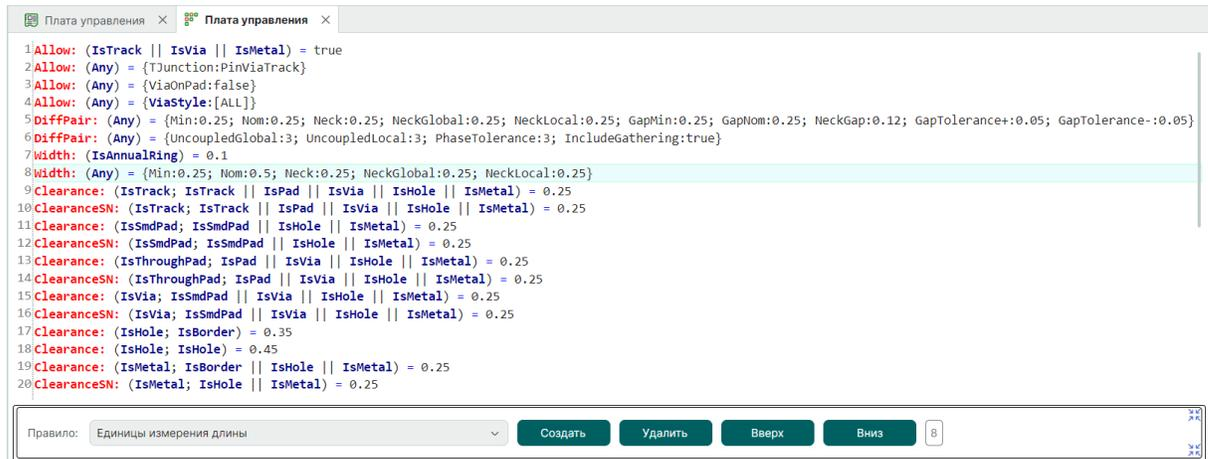

Рис. 225 Значения ширины трека для цепи
3. При необходимости измените или дополните правила для ширины трека, созданные на основе шаблонов правил в стандартах системы, см. Рис. 225.